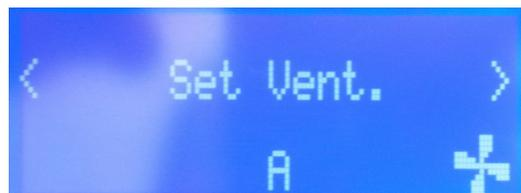

Fig. 81 - Anzeige
**Luftgeschw.** - Mit dieser Funktion kann die Geschwindigkeit der Raumventilatoren von 1 bis 5 bzw. auf A eingestellt werden. A bedeutet automatisch. Die Ventilatorgeschwindigkeit erfolgt entsprechend der Leistung; empfohlene Einstellung (siehe **Fig. 81 a pag. 36**).